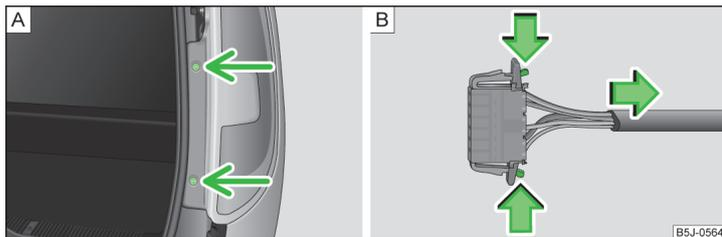

Fig. 169 Desmontar la luz posterior / desconectar el conector
- Desenroscar la luz » fig. 169 - [A].
- Desconectar el conector » fig. 169 - [B].